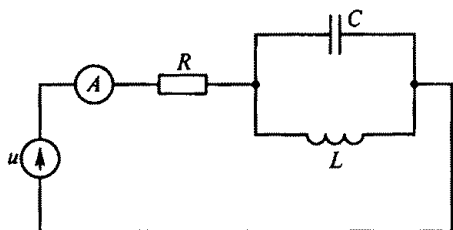

Рис. 111
3.70. В цепи на рис. 111 $u = 100 + 50\sqrt{2} \sin \omega t$, $R = 20$ Ом, $1/(\omega L) = \omega C$. Какими будут постоянная составляющая тока I_0 , действующее значение переменной составляющей тока I_1 и показание I амперметра электродинамической системы? (Указать неправильный ответ.)